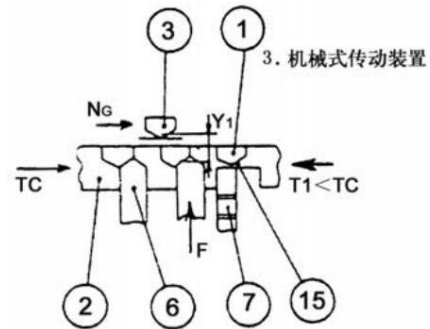

Figura 4-7
Paso 6: Después de que el manguito de enganche pasa a través del anillo de sincronización, se mueve una distancia Y1 (ver Figura 4-7) para hacer que la estría y del manguito de enganche...